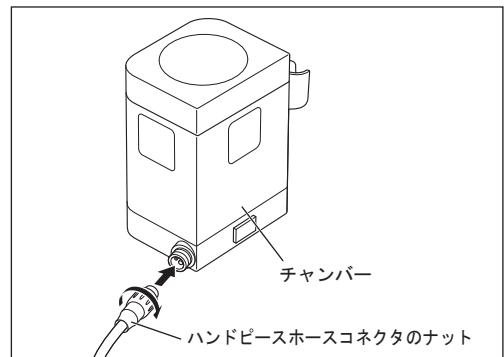

図7
- 2) ハンドピースホースコネクタをハンドピースホースソケットの穴に合わせてまっすぐに挿し込み、コネクタのナットを締めます（図7）。